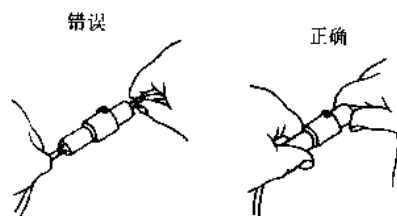
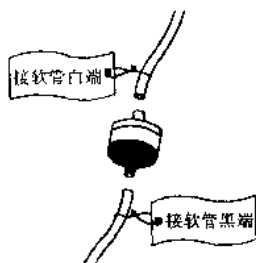

图 1-5 拨开插接器
图 1-6 拆开前, 应给软管挂标签
(3) 要拨开连接导线的插接器，应拉拔插接件，而不要拉线，见图 1-5。
(4) 要当心，不要让电气部件掉落地上。
(5) 不可使用冲击式套筒扳手拆装温度开关或温度传感器。
(6) 当清洗发动机时，应避免弄湿分电器、空气滤清器和真空控制阀（VCV）。
(7) 检查插接器是否插好时，应小心地将仪表测试笔插入，以免弄弯插脚。
(8) 当使用真空表时，不要用过大的力将软管插到直径过大的接头上，应使用台阶式接头。一旦软管被扩张，就会泄漏。
13. 为了防止装错，在拆下软管之前应挂上标签，见图 1-6。